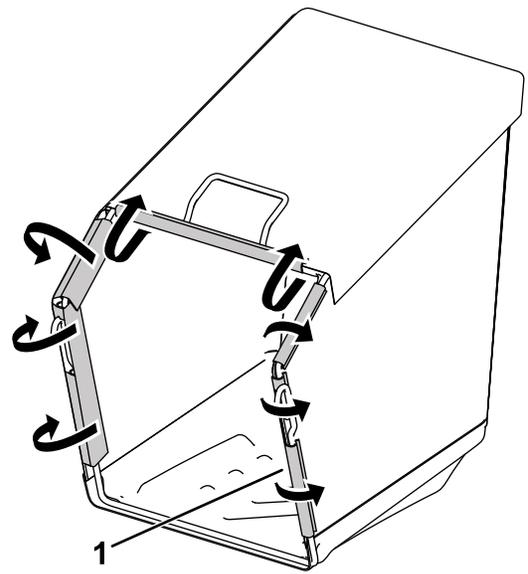

図 7
3. フレームにプラスチック製クリップを取り付ける 図 7。